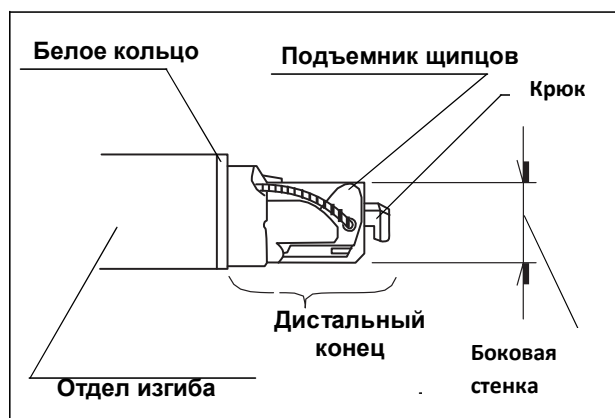

Рис. 3.15
1. Держите отдел изгиба выпрямленным и поверните рычаг управления подъемника, так чтобы подъемник щипцов оказался рядом с боковой стенкой дистального конца, как указано на Рис. 3.15.